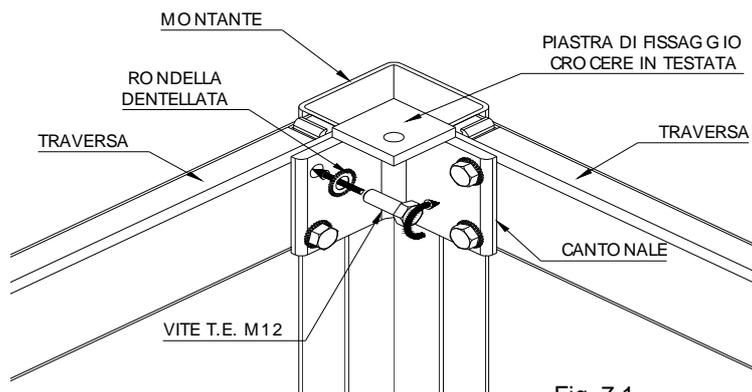

Fig. 7.1
- ✓ Sulla sommità della struttura, qualora siano previste le crociere in testata, il cantonale è provvisto di una piastra saldata, e deve essere montato come in Fig. 7.1, con la piastra verso l'alto.